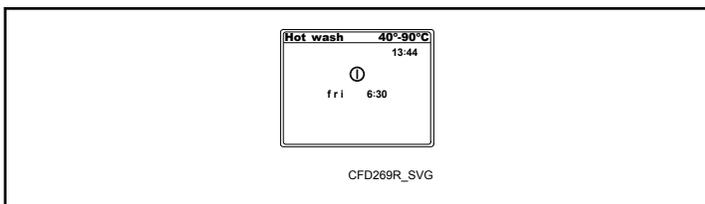

Figure 64
6. Appuyer sur la touche START/STOP (marche/arrêt). Se reporter à la *Figure 40* . L'écran Predefined Cycle Start Time Confirmation (confirmation de l'horaire prédéfini de démarrage du cycle) s'affiche. Se reporter à la *Figure 64* .